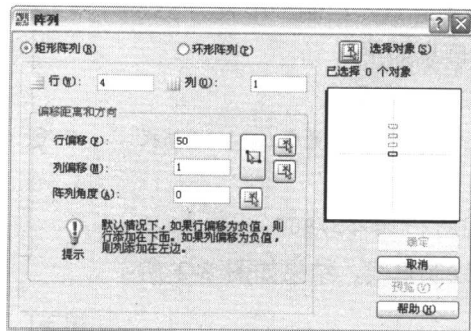

图 2-4 “阵列”对话框
Step 6 运行菜单命令【修改】|【阵列】，在弹出的如图 2-4 所示的“阵列”对话框中，选中“矩形阵列”单选按钮，设置行数为 4，列数为 1，行偏移为 50，列偏移为 1。